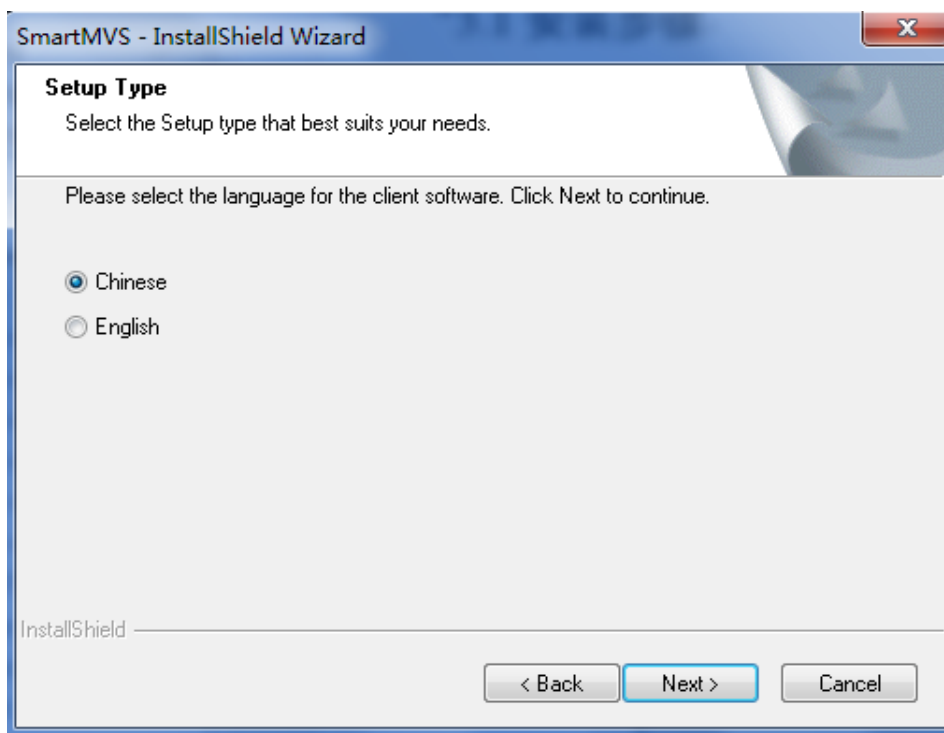

图3-1 安装界面
3. 进入安装选择界面，选择需要安装的语言，点击下一步(Next)，安装示意图如图 3-1 所示。